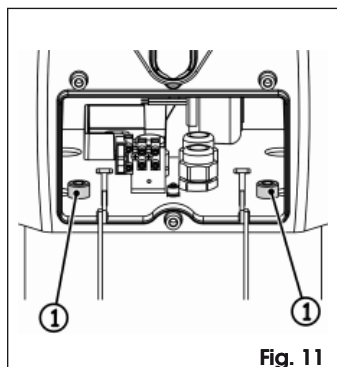

Fig. 11
9. Aprire nuovamente il vano centrale ed avvitare le due viti, Fig. 11 rif. ①.